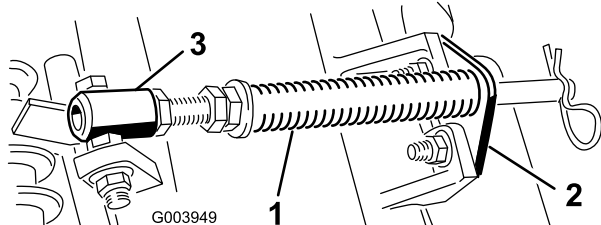

Figura 4
- A. Retire los 2 pernos de cuello cuadrado y las tuercas que sujetan el soporte de la varilla a las pestañas de la unidad de corte (**Figura 4**).
- B. Retire la tuerca con arandela prensada que fija el perno del tubo del muelle a la pestaña del bastidor de tiro (**Figura 4**). Retire el conjunto.